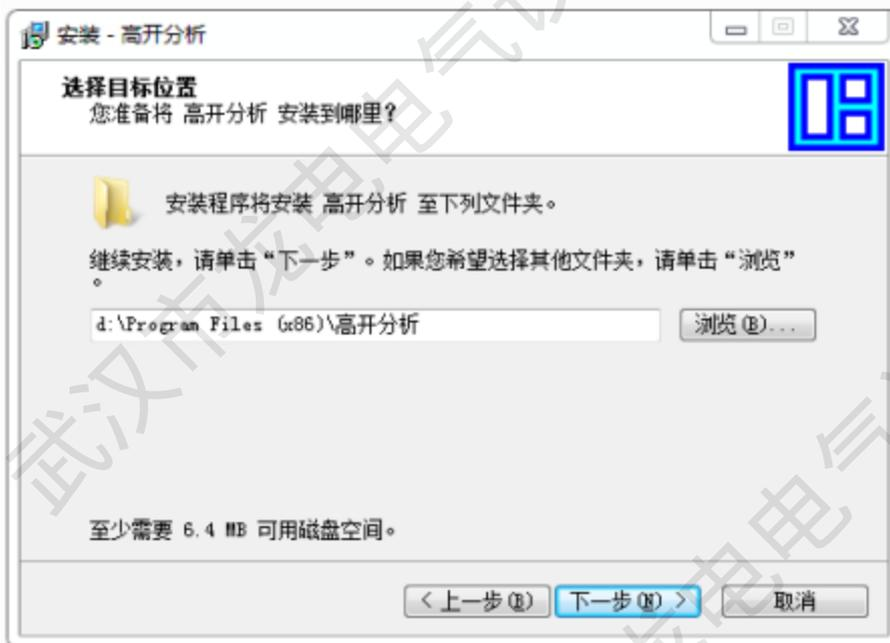

图 1-2
3、在弹出的安装分析软件选择目标位置这里，点击“浏览”选择“d 盘”，选择完毕后点击“下一步”，继续进行下一步操作；如图 1-2；